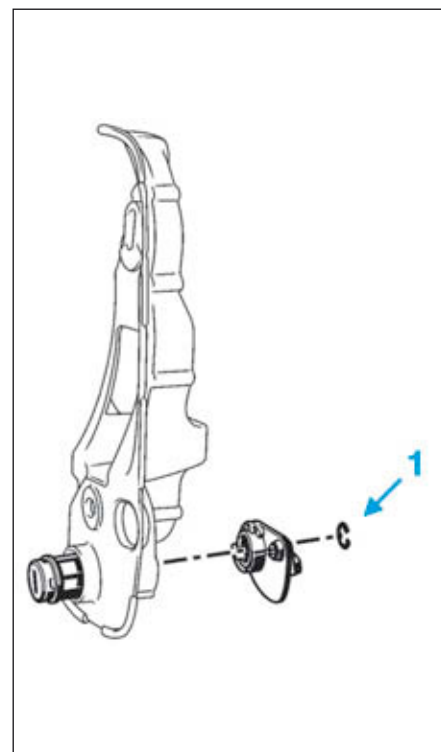

FIG.117
- le circlip (1) (Fig.117),
- le circlip (1) (Fig.117).